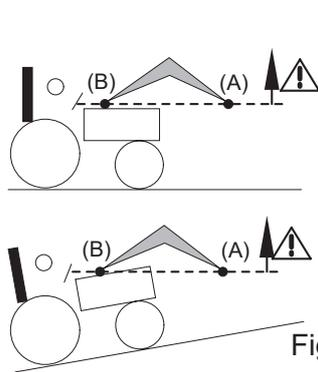

Fig. 2
- Beim Heben und Bewegen ab dem Zeitpunkt, an dem der Schwenkpunkt des Werkzeugs (A) die Horizontale des Schwenkpunkts des Frontladers (B) überschreitet, die Ladung niemals aus den Augen lassen (siehe Abb. 2). Falls erforderlich, die Position des Werkzeugs korrigieren, so dass die Ladung niemals auf den Fahrer gerichtet ist (siehe Abb. 3).
**! GEFAHR:** Wenn die Last nicht ordnungsgemäß gesichert ist, besteht für den Bediener die Gefahr, dass die Last herunterfällt, wenn der Drehpunkt des Werkzeugs (A) über den horizontalen Drehpunkt des Frontladers (B) hinausragt (siehe Abb. 2).
**GEFAHR:** Der Frontlader darf nicht angekippt werden, wenn der Drehpunkt des Werkzeugs (A) über den horizontalen Drehpunkt des Frontladers (B) hinausragt (siehe Abb. 2).